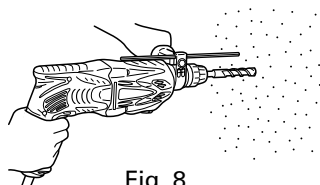

Fig. 8
- (1) Monter le foret de perçage.
- (2) Tirer l'interrupteur de déclenchement après avoir appliqué la pointe du foret sur la position de perçage désirée. (Fig. 8)
- (3) Il n'est pas du tout nécessaire d'appliquer une forte pression sur le marteau rotatif. Il suffit d'appliquer une légère pression de manière à ce que la poussière et les éclats soient déchargés progressivement.
- **Quand le foret de perçage touche une poutre en fer, la mèche s'arrête immédiatement et la perceuse réagit en tournant. Par conséquent, tenir fermement la poignée principale et la poignée latérale, comme indiqué à la Fig. 8.**